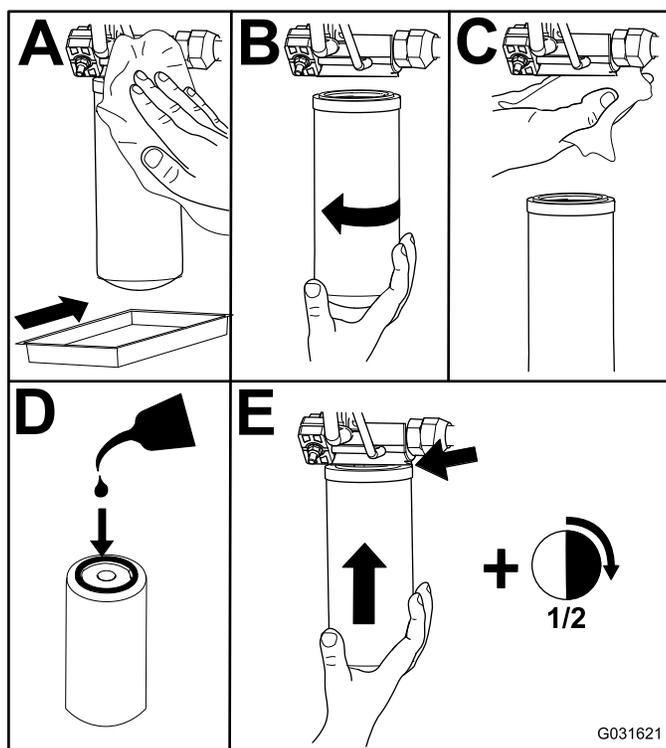

Figura 81
- Substitua os filtros hidráulicos (Figura 81).